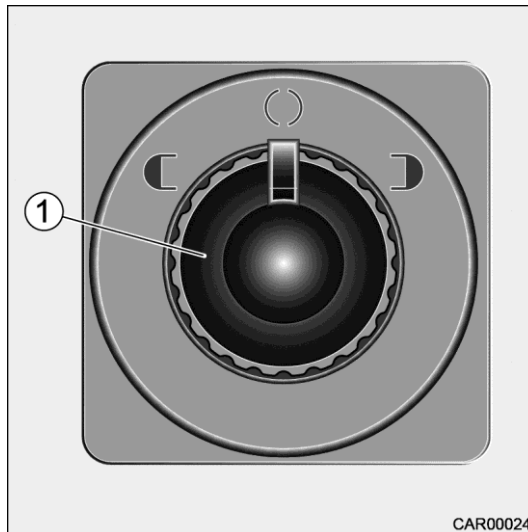

Fig. 29 Bouton de commande modèle I
1. Tourner le bouton (Fig. 29/1) vers la gauche pour régler le rétroviseur extérieur de gauche.
2. Tourner le bouton (Fig. 29/1) vers la droite pour régler le rétroviseur extérieur de droite.